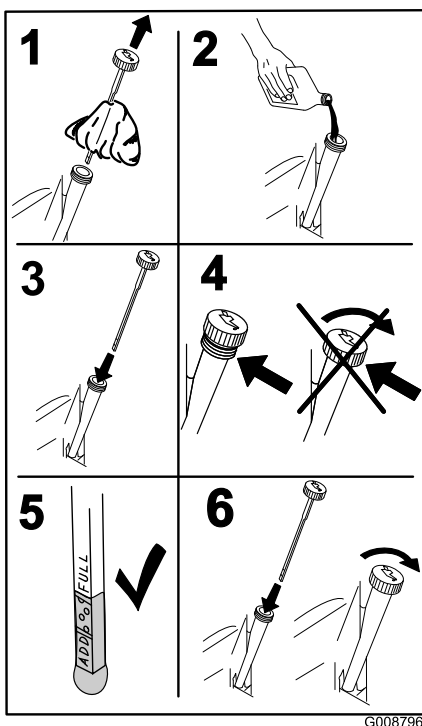

Figure 34
7. Versez lentement environ 80 % de l'huile spécifiée dans le tube de remplissage, puis faites l'appoint lentement pour faire monter le niveau jusqu'au repère maximum (Full) (Figure 34).